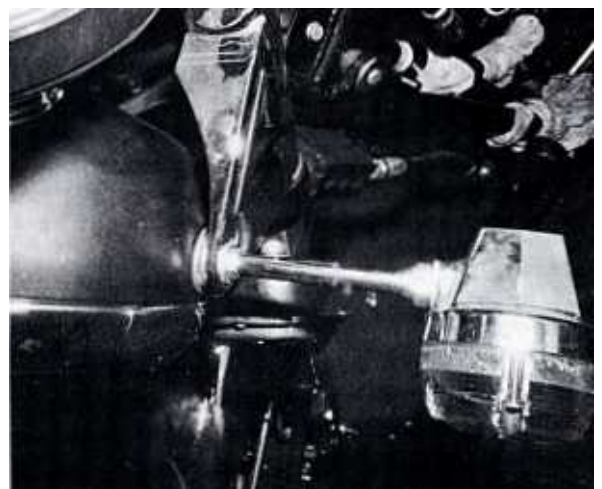

Bild 186
- Am besten stossgedämpft ist die Scheinwerferbefestigung der GTL und der Dreizylinder; diese Befestigung ist weit besser als alle anderen (Bild 186). Sie kann auch an den anderen Maschinen benutzt werden, aber nur zusammen mit den 180/200 mm-Scheinwerfern.